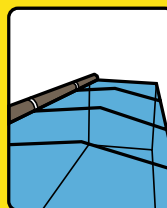

Rys. 17h
- Efter att ha blockerat röret med maximalt spända presenningen: bör veven med hjälp av en spärrmekanism ställas in i ett läge att vevens handtag riktas vertikalt nedåt [fig. 17h],